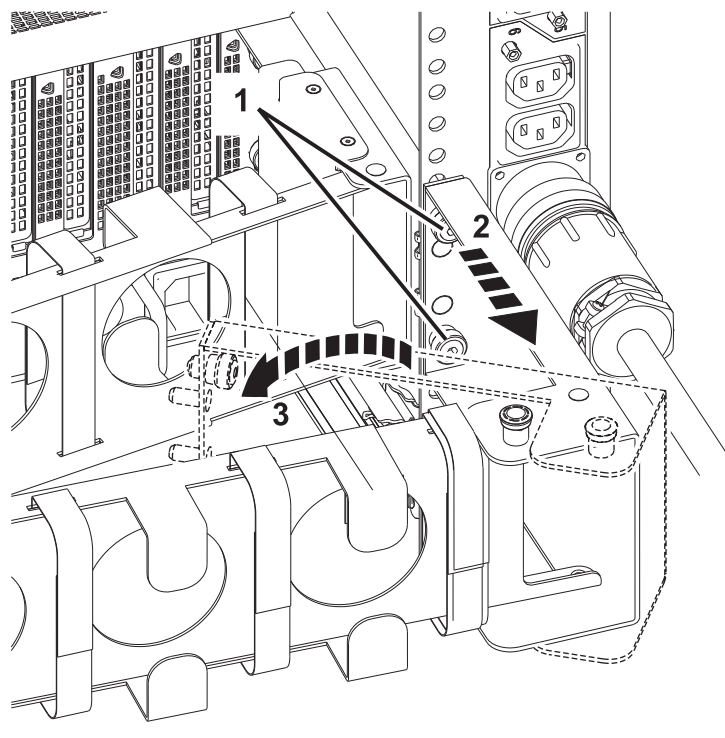

Figura 23. Etapas para fornecer liberação do cabo de linha em um sistema totalmente preenchido
- b. A partir da parte traseira do rack, afrouxe (mas não remova) os parafusos de cabeça (1). Consulte Figura 23 na página 31.
- c. Puxe o suporte para organização de cabos em sua direção (2). Consulte Figura 23 na página 31.
- d. Gire o suporte para organização de cabos para liberação (3). Consulte Figura 23 na página 31.